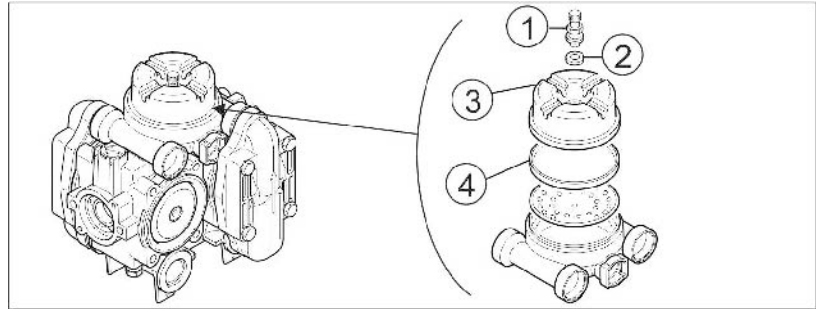

Fig. 200
2. Fjern skruerne (Fig. 200/1).
3. Tag ventildækslet (Fig. 200/2) af.
4. Ventilgruppen (Fig. 200/3) afmonteres.
5. Tag ventiltætningsringen (Fig. 200/4) og O-ringen (Fig. 200/5) ud.